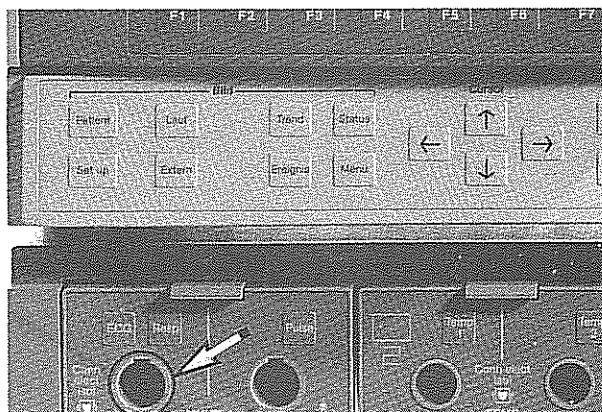

Bild 5
- * Verbinden Sie die Überwachungsleitung mit den angelegten Elektroden und stecken Sie den geräteseitigen Stecker mit der grünen Markierung in den ebenfalls grün markierten Signaleingang (Bild 5).